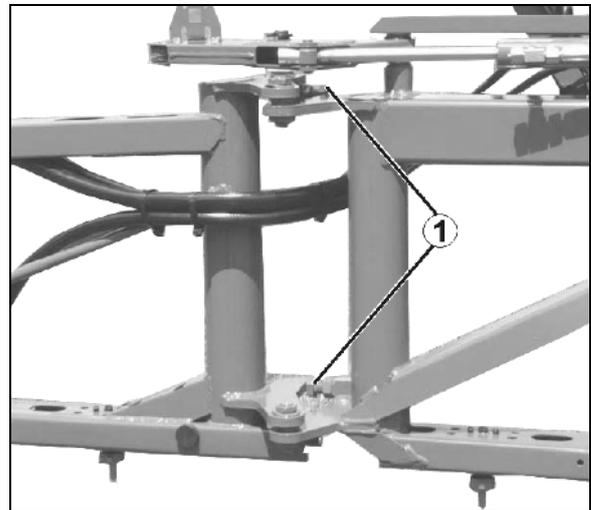

Fig. 189
Ist dies nicht der Fall, bei **entriegeltem** Schwingungsausgleich das ausgefaltete Spritz-Gestänge über Gegengewichte (Fig. 189/1) ausrichten. Die Gegengewichte entsprechend am Ausleger befestigen.
1. Schrauben (Fig. 189/2) der Befestigungslasche (Fig. 189/3) lösen. Die Ausrichtung erfolgt direkt an der Kunststoffklaue (Fig. 189/4) durch die Langlöcher der Befestigungslasche.
3. Schrauben (Fig. 189/2) anziehen.